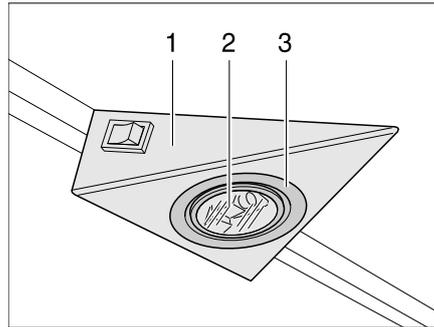

Bild 179 Halogeneinbauleuchte
Die Halogeneinbauleuchte ist in einem Gehäuse (Bild 179,1) versenkt eingebaut.
- Inneren Abdeckring (Bild 179,3) mit einem Schraubendreher vom Gehäuse lösen.
- Halogenleuchte (Bild 179,2) entfernen.